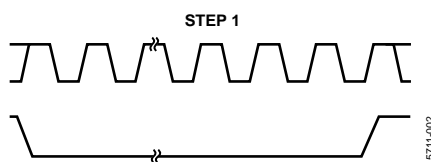

図 2. V_{OUTX} の更新、ステップ 1
1. 図 2 に示すように、新しい値が入力レジスタに書き込まれます。